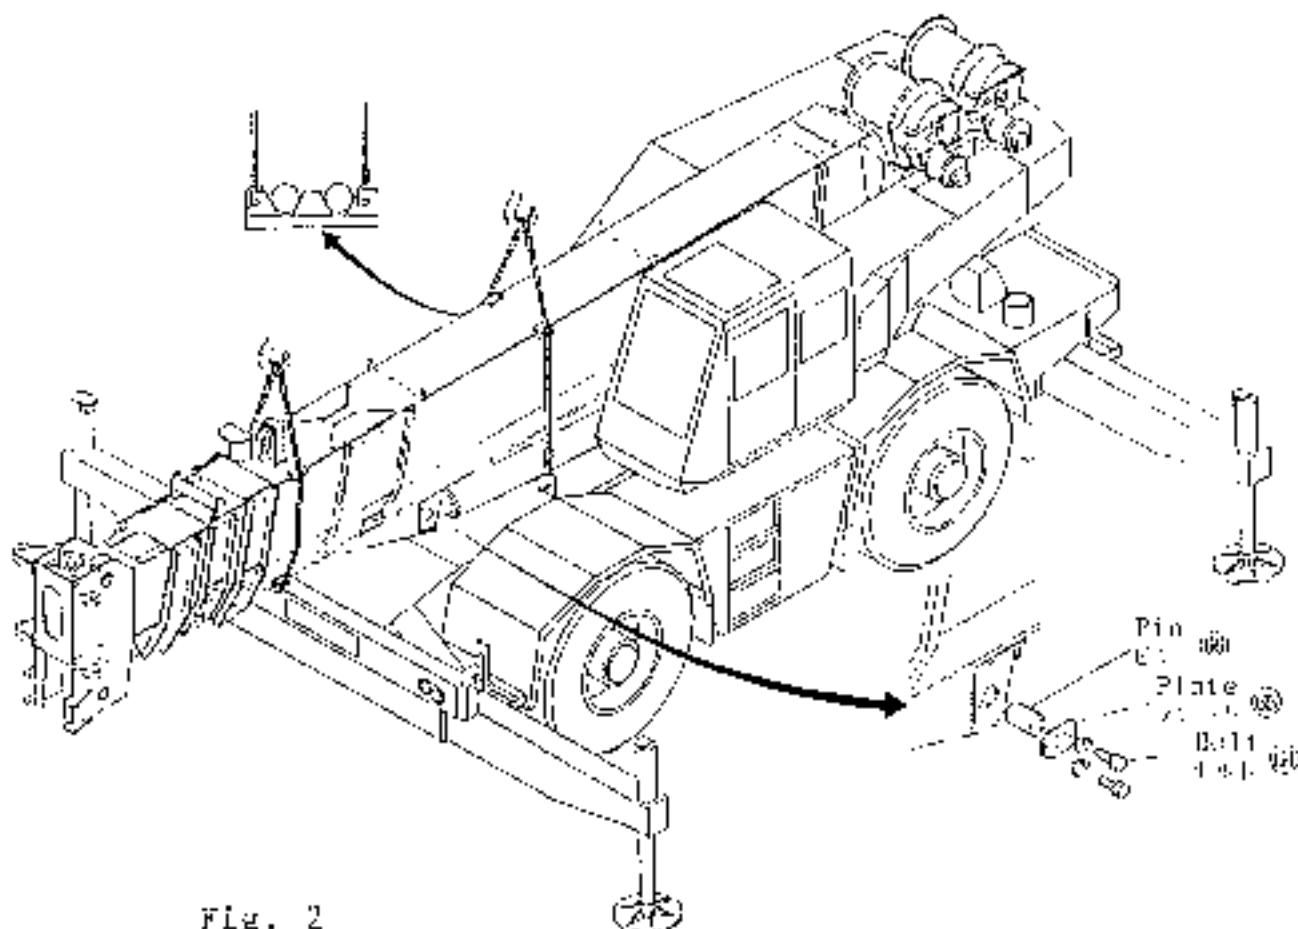

Fig. 2
5. With the two elevation cylinders lifted up together, start the engine, extend their piston rods by moving the elevation control lever to exactly align either the right or the left elevation cylinder upper pivot pin holes, and insert pin . (Fig. 2)
5. 起伏シリンダを2本一緒に吊り上げ、エンジンを始動して起伏シリンダの伸長操作を行ない、左右いずれかの起伏上支点ピン穴を正確に合わせてピンを挿入する。(Fig. 2参照)